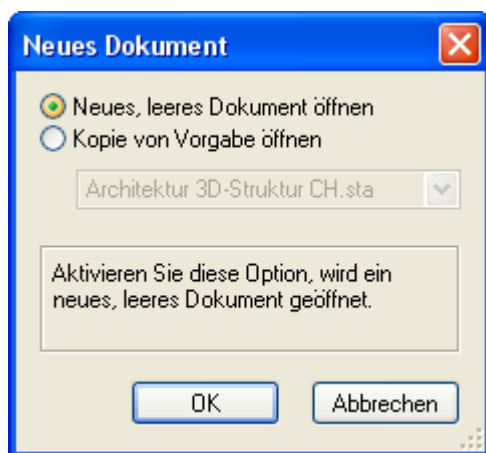

Abbildung 7: Dialogmaske Neues Dokument
- Erstellen Sie ein neues, leeres Vectorworks-Dokument, indem Sie die Menüleiste **Datei -> Neu** wählen. Daraufhin erscheint das Dialogfenster **Neues Dokument** (Abbildung 7). Dort markieren Sie die Option **Neues, leeres Dokument öffnen** und bestätigen die Auswahl mit **OK**.